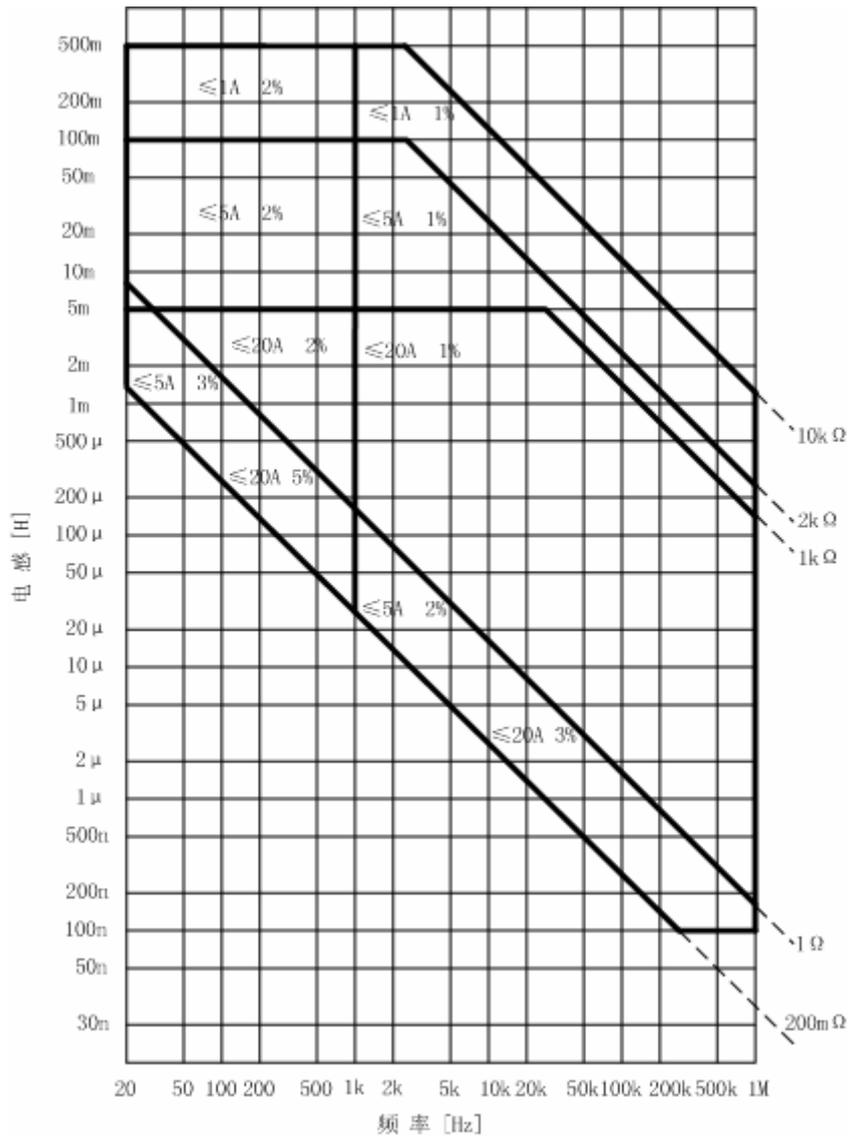

图 4-6 TH1776 电感测量精度 (20A 配置)
- (1) 从表 4-1 中选出精度图，根据 20A 配置和测量 L_s — R_s ，选择图 4-6
- (2) 从图 4-6 中沿 X 轴找出频率
- (3) 从图 4-6 中沿 Y 轴找出电感值
- (4) 记下上面两步的交叉点
- (5) 如果值落在边界线上，应该根据实际使用的直流电流比图中区域中最大电流小的原则来确定 L_1